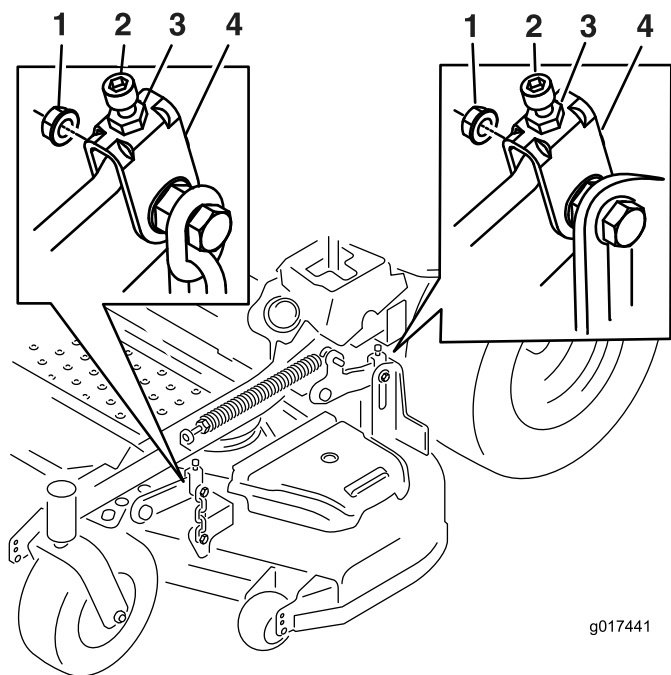

図 71
10. 必要であれば、ヨーク側面についているウィズロックナットと上部のジャムナットをゆるめる。所定の高さ (7.6 cm) が達成されるように調整ねじを使って微調整を行う (図 71 を参照)。
16. 所定の高さ (8.3 cm) が達成されるように調整ねじを使って微調整を行う (図 71)。